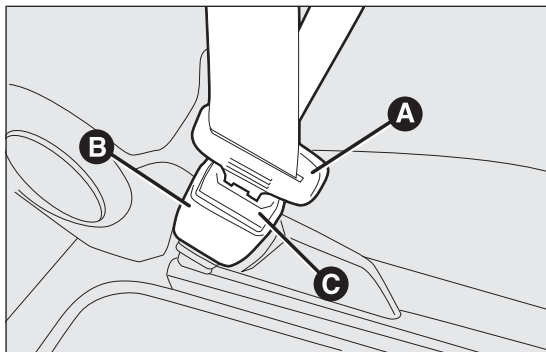

fig. 96
Para abrocharse los cinturones, sujete la lengüeta de enganche A fig. 96 e introdúzcala en la hebilla B hasta oír el chasquido de bloqueo.
**No pulsar el botón C fig. 96 durante la marcha.**